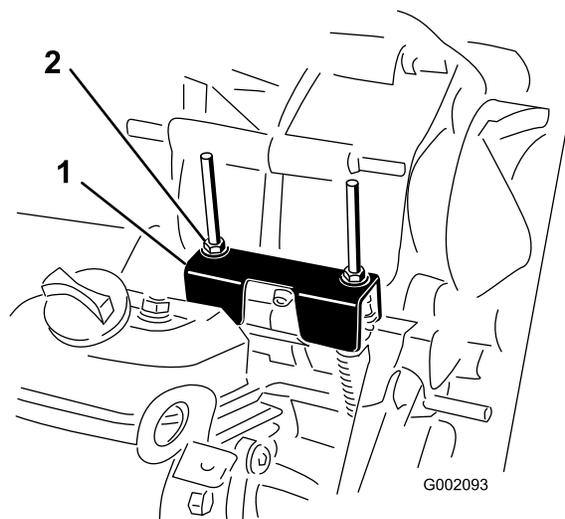

Рисунок 52
3. Поверните одну из контргаек (Рисунок 52), чтобы получить зазор от 0,762 до 1,52 мм между нижней частью гайки/шайбы и кронштейном нейтрали.
При выполнении планового техобслуживания и/или диагностики двигателя необходимо включить положение НЕЙТРАЛЬ (Рисунок 52). У машины есть положение НЕЙТРАЛЬ на рычаге переключения передач, которое включает нейтральное положение в трансмиссии. Необходимо выполнить следующие действия, чтобы убедиться в правильной работе рычага переключения передач в нейтральном положении:
2. Убедитесь, что кронштейн нейтрали находится в положении НЕЙТРАЛЬ (на уровне кронштейна крепления троса, расположенного под кронштейном переключения передач), повернув ведомый диск сцепления (Рисунок 52).